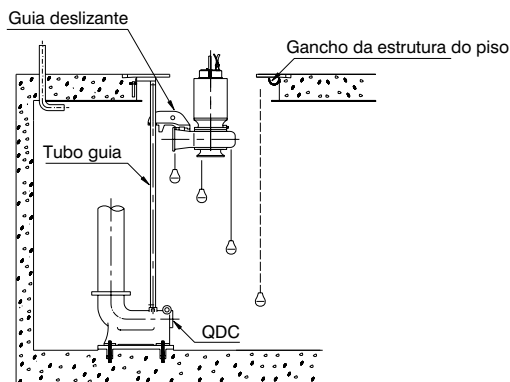

Fig. 12
3.7. Instalação da Bomba (Fig. 12)**⚠ CUIDADO**